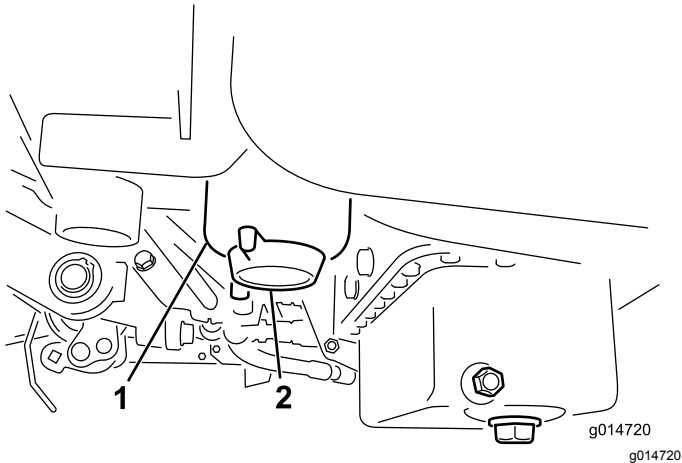

图45
2. 清洁滤清器过滤筒的安装区域 图45。
4. 打开滤清器排油塞 图45。